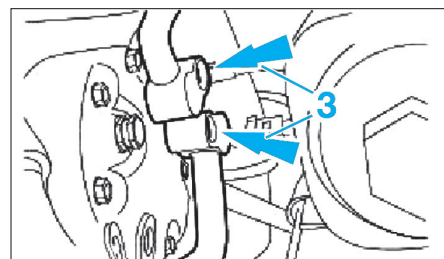

Fig. 8
- Déposer les vis (3), puis débrancher les canalisations de réfrigérant du compresseur de climatisation, les obturer (Fig.8).